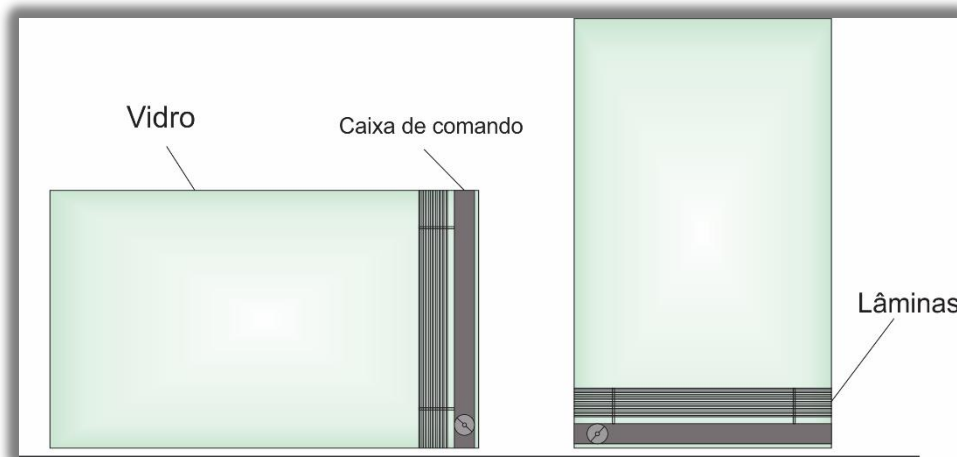

Figura 3 - Transporte vidro (DOPPIOGLASS) com persiana
- Vidros com persianas devem ser transportados sempre com a caixa de comando para baixo. Em casos de vidros muito altos, é possível transportá-los na vertical, figura 3.